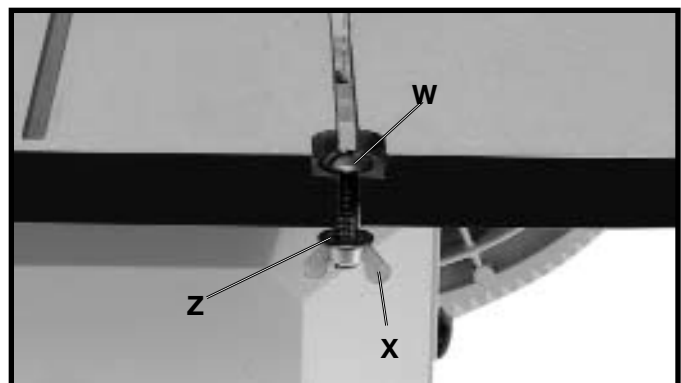

Fig. 12
10. Insérer la vis M6x1x30 mm (W) fig. 12, vers le bas à travers le trou dans la table, tel qu'illustré, et placer une rondelle plate M6 (Z) sur la vis M6x1x30 mm (W) et enfiler l'écrou à oreilles M6x1 (X) sur la vis (W) et bien le resserrer.